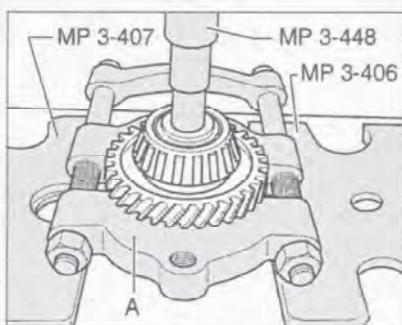

Рис. 7.98. Снятие внутренней обоймы малого роликоподшипника.
5. Съемником Kukko 17/2 (A) прессуйте внутреннюю обойму малого роликоподшипника с шестерней передачи заднего хода (рис. 7.98).